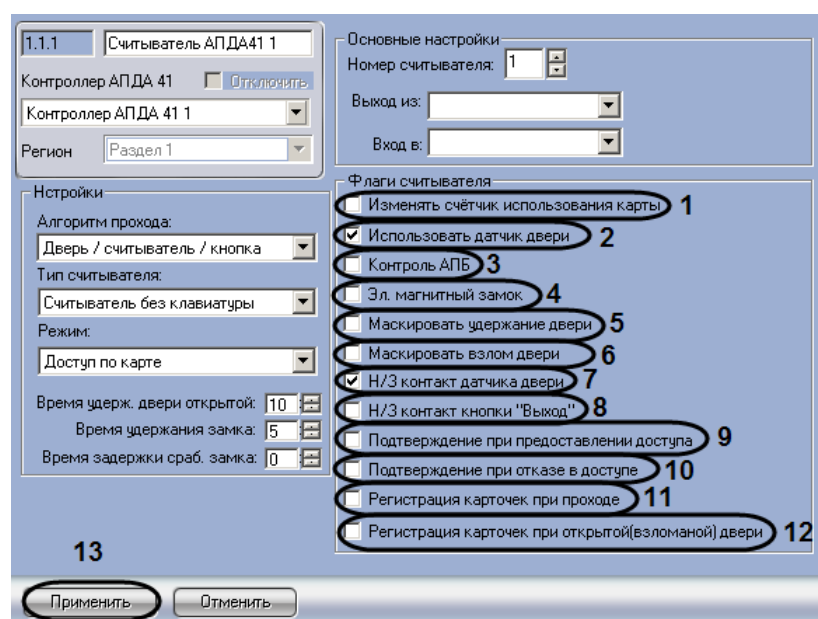

Рис. 3.6—4 Настройка флагов считывателя
1. Перейти на панель настройки объекта **Считыватель АПДА21** или **Считыватель АПДА41** (Рис. 3.6—4).
2. В случае, если считыватель должен уменьшать лимит использования карты при предоставлении доступа, необходимо установить флажок **Изменить счетчик использования карты** (см. Рис. 3.6—4, 1).
3. В случае, если для считывателя требуется использовать датчик двери, установить флажок **Использовать датчик двери** (см. Рис. 3.6—4, 2).
4. В случае, если требуется включить контроль двойного прохода, установить флажок **Контроль АПБ** (см. Рис. 3.6—4, 3).
5. Установить флажок **Эл. магнитный замок** (см. Рис. 3.6—4, 4), если используется электромагнитный замок ( в противном случае используется электромеханический замок, управляемый импульсом)
6. Установить флажок **Маскировать удержание двери** для маскирования тревоги **Удержание двери** в случае, если дверь осталась открытой после прохода (см. Рис. 3.6—4, 5).
7. Установить флажок **Маскировать взлом двери** для маскирования тревоги **Взлом двери** в случае, если дверь открыли несанкционированно (см. Рис. 3.6—4, 6).
8. Установить флажок **Н/З контакт датчика двери** в случае, если датчик двери имеет нормально-замкнутые контакты (см. Рис. 3.6—4, 7).